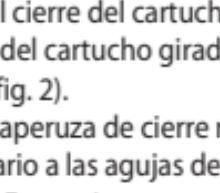

Fig. 2
- a) Presionar la palanca liberadora negra situada debajo del émbolo en la parte posterior del dispensador y volver a empujar el émbolo hasta el tope (1)
- b) Levantar el cierre del cartucho e insertar el cartucho con la forma 'V' en la base del cartucho girado boca abajo. Bajar el cierre del cartucho (fig. 2).